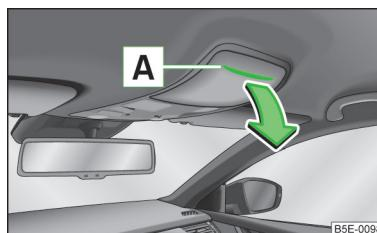

Fig. 71
- Presione la tapa del compartimento para las gafas en la zona **A** » fig. 71.
- Gire la tapa del compartimento para gafas en el sentido contrario al de la flecha » fig. 71 hasta que se oiga que encastra.